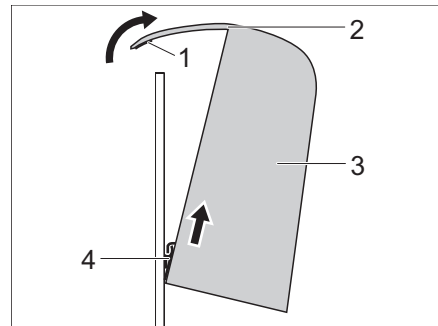

Bild 66 Ta av ryggdynan
- Luta ryggdynan (Bild 66,3) framåt och lossa kardborrebandet (Bild 66,4).
- Luta ryggdynan (Bild 66,3) och fäst kardborrebandet (Bild 66,4) nedtill.
- Stryk tygöverdraget (Bild 66,2) bakåt och tryck fast kardborrefästet (Bild 66,1).